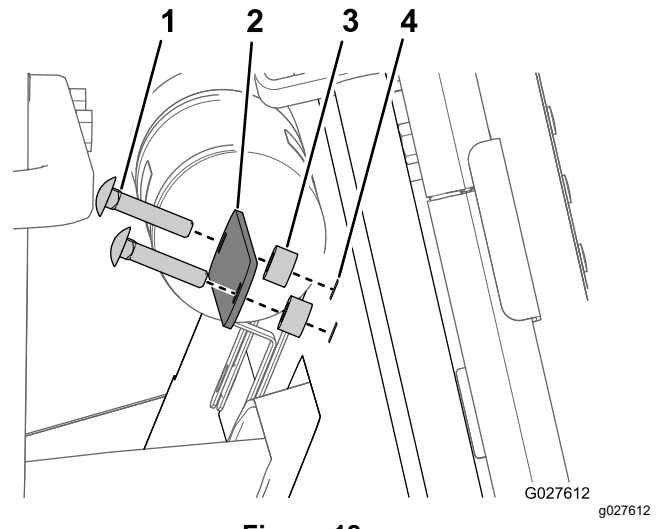

Figure 18
5. Insérez les 2 boulons de carrosserie ($\frac{1}{4}$ " x $1\frac{1}{4}$ "), la plaquette et les 2 entretoises ($\frac{1}{4}$ " dans les trous que vous avez percés dans le panneau de mousse intérieur (Figure 18).